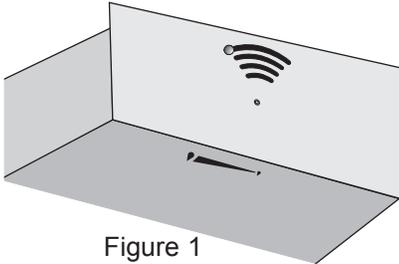
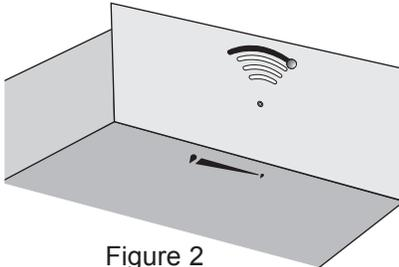

Figure 1
Figure 2
Le contrôleur d'humidité est situé à l'intérieur du devant du tiroir et est utilisé pour contrôler l'humidité à l'intérieur du tiroir réchaud. Le bouton de commande du contrôleur d'humidité peut être réglé à n'importe quelle position située entre humide  (Figure 1) et croustillant  (Figure 2).
3. Localisez les leviers (un de chaque côté du tiroir) soulevez le levier de la glissière de droite et poussez sur le levier de la glissière de gauche (Voir Figure 1).
1. **Tirez la partie de plastique de la glissière vers l'avant** sur chaque côté de la cavité du tiroir (Voir Figure 2).